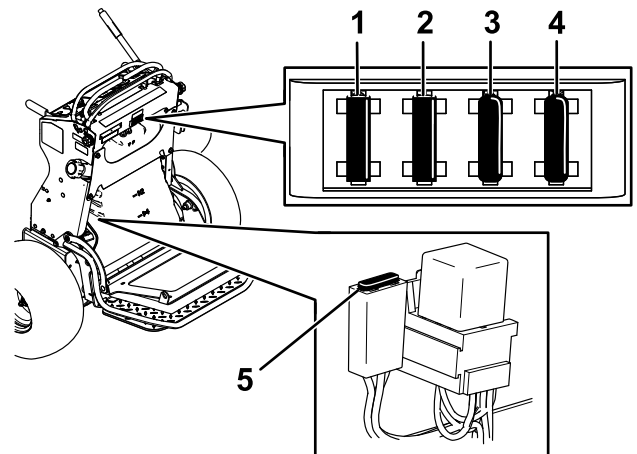

Figure 56
5. Sortez le fusible et remplacez-le (Figure 56).